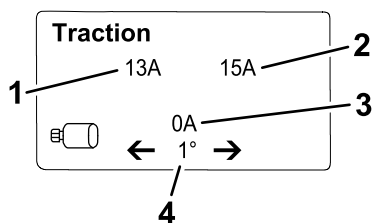

Рисунок 23
- **Экран информации о тяговом приводе** (Рисунок 23) показывает текущий угол поворота рулевого колеса и силу тока, выделенную для каждого тягового двигателя.